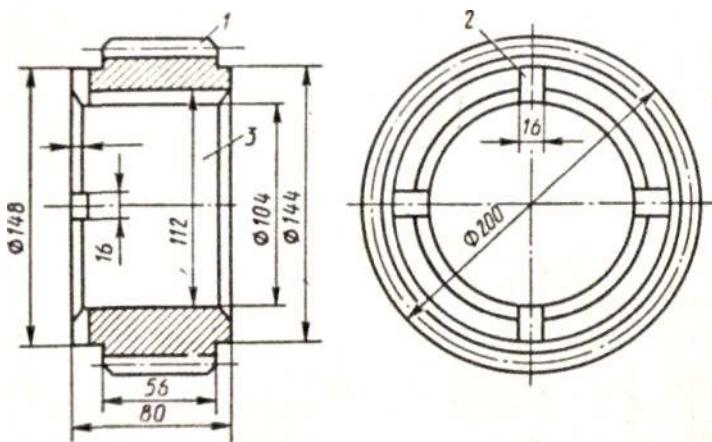

Рис.16
2. По эскизу детали (рис. 16) разработайте эскизы элементов литейной формы, модельных плит, стержневого ящика и собранной литейной формы (в разрезе). Опишите последовательность изготовления формы одним из методов машинной формовки. Материал детали - сталь 35 Л.